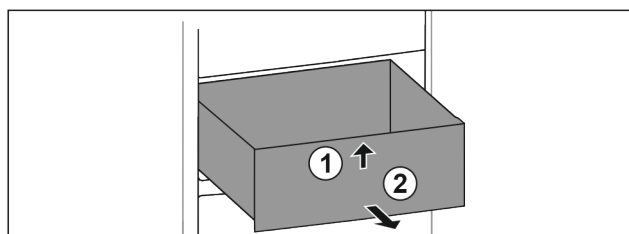

Fig. 63
- Sollevare il cassetto dal davanti. Fig. 63 (1)
- Rimuovere il cassetto tirandolo in avanti. Fig. 63 (2)